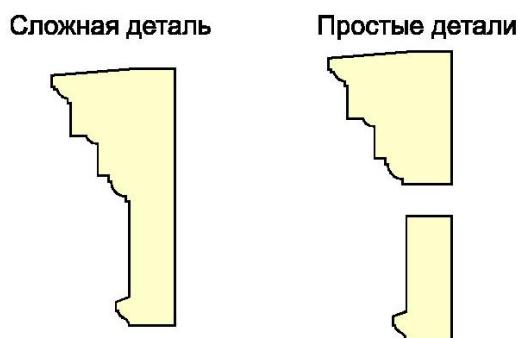

Рис. 1. Разделение детали на простые.
5. Если деталь сложная или тяжелая, то для удовлетворения требований п.4, ее необходимо делить на простые (см. рис. 1. Разделение детали на простые).